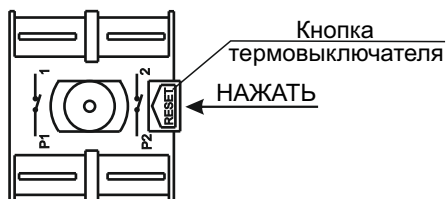

Рисунок 1 - Лицевая панель термовыключателя
- По желанию потребитель может изменить температуру нагрева воды с помощью ручки регулировки. Поворотом ручки регулировки по часовой стрелке увеличивают температуру нагрева воды, поворотом ручки против часовой стрелки - уменьшают. Для ориентации на шкале обозначено положение ручки регулировки «**eco**», соответствующее нагреву воды примерно до 60 °С (см. рисунок 1).